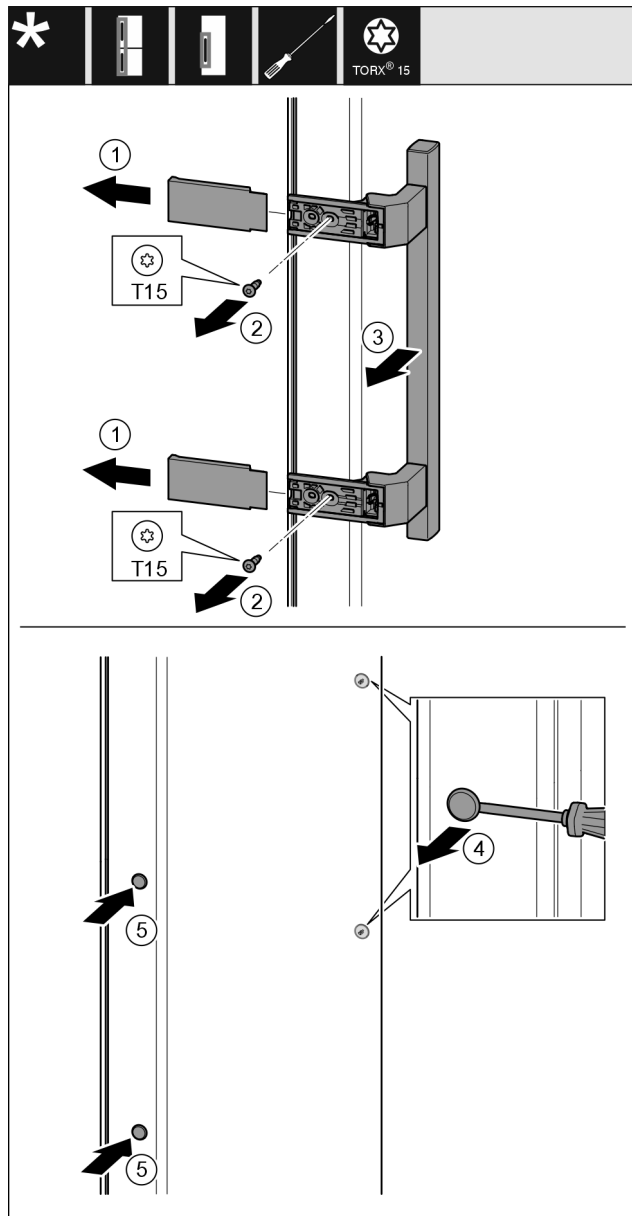

Fig. 19
- Dra av skyddet Fig. 19 (1).
- Skruva ur skruvarna Fig. 19 (2) med en skruvmejsel.
- Ta bort handtaget Fig. 19 (3).
- Använd en spårskruvmejsel och lyft försiktigt pluggen på sidan Fig. 19 (4) och dra ut den.
- Sätt in pluggen Fig. 19 (5) på den andra sidan igen.